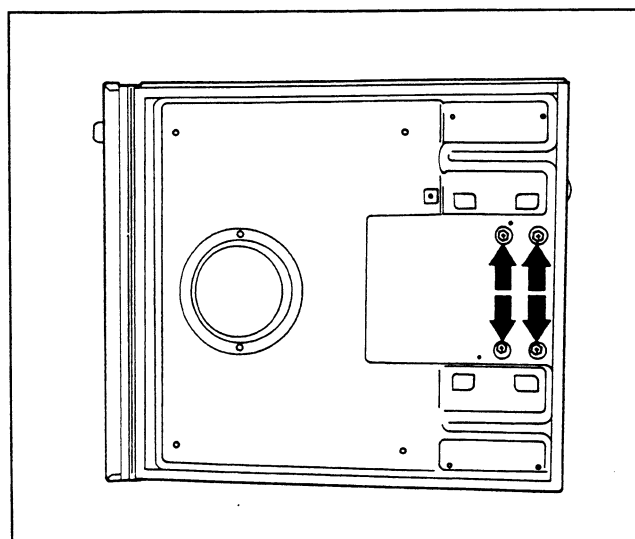

Abb. 9
- Legen Sie das Gerät vorsichtig auf die linke Seite (Hochspannungs-Kondensator-Seite) (**Abb. 9**).
- Schrauben Sie die 4 Schrauben heraus, mit denen das Magnetron befestigt ist, indem Sie den Schraubendreher durch die 4 Öffnungen in der Bodenplatte stecken. (**Abb. 9**)